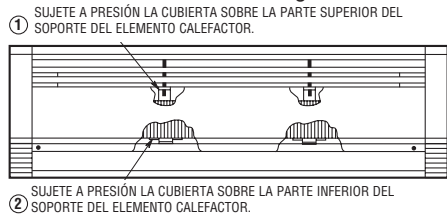

Figura 7. Fijación de la cubierta
- Vuelva a colocar la cubierta frontal encajando el reborde superior de la misma en las aletas de cada caja de conexiones y el borde superior de la(s) escuadra(s) de soporte de elemento calefactor. Haga girar la cubierta hacia abajo, empujando las esquinas inferiores hacia adentro. Instale los dos tornillos que se quitaron en el paso 4 en las cajas de conexiones, a través de la cubierta. Observe que la parte inferior de la cubierta encaje sobre el fondo de las escuadras de fijación de cada elemento. Vea la Figura 7.
3. Después de la limpieza y el servicio, vuelva a colocar la cubierta frontal y los tornillos que había quitado; asegúrese de que la cubierta esté correctamente sujeta arriba y abajo en las escuadras de soporte de cada elemento. Vea la Figura 7.